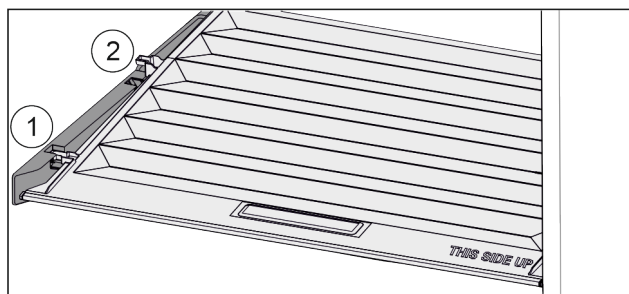

Fig. 58
- ▶ Dra locket framåt Fig. 58 (1) till öppningen i fästdelarna.
- ▶ Lyft det baktill underifrån och ta ut Fig. 58 (2) det uppåt.